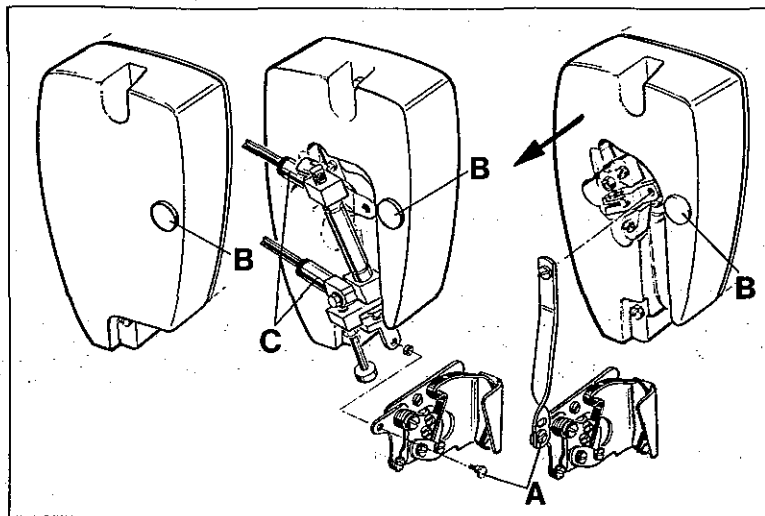
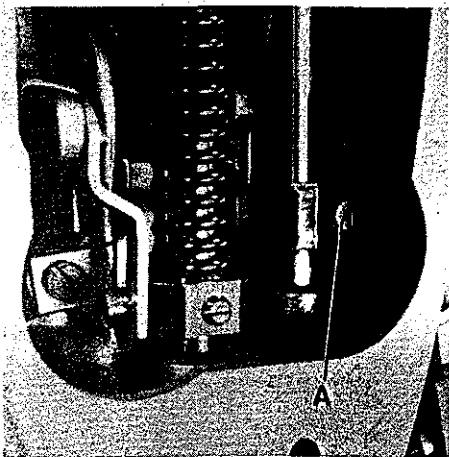
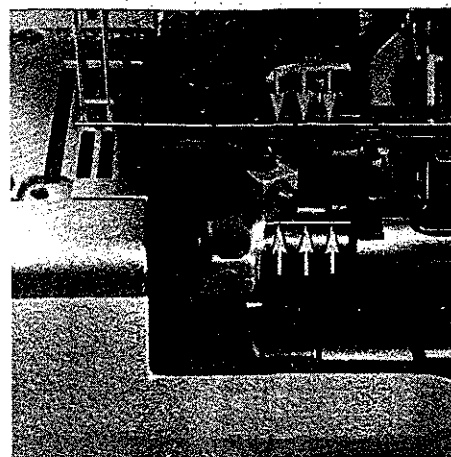
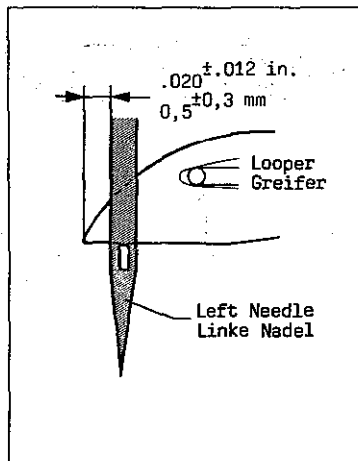

Fig.18
Fig. 19
Fig.20
Fig. 22
1. Remove the head cover*, presser foot and feed dogs. For removing the head cover on styles with thread wiper also shoulder screw (A, Fig. 18) on bell crank lever of thread wiper has to be screwed out. On styles equipped with pneumatic thread wiper additionally the PA-tubes have to be disconnected on the straight connectors (C) of the air cylinder. On styles with solenoid operated thread wiper the head cover has to be removed horizontally (in direction of the arrow) to avoid damaging of plug and receptacle.
3. Loosen screw (A, Fig. 19) and turn needle bar as required, so the needles center in the needle holes of throat plate and are parallel to the looper shaft (see Fig. 20). This can be checked by holding a ruler against the needles.
4. Retighten screw (A, Fig. 19).
1. Entfernen Sie den Kopfdeckel*, Drückerfuß und Transporteure. Zum Entfernen des Kopfdeckels muß bei Maschinen mit Fadenzieher auch die Ansatzschraube (A, Fig. 18) am Winkelhebel des Fadenziehers herausgedreht werden. Bei Maschinen, die mit pneumatischem Fadenzieher ausgerüstet sind, müssen zusätzlich die PA-Schläuche an den geraden Verschraubungen (C), am Luftzylinder gelöst werden. Bei Maschinen mit magnetisch betätigtem Fadenzieher muß der Kopfdeckel horizontal (in Pfeilrichtung) abgezogen werden, damit Stecker und Steckbuchse nicht beschädigt werden.
3. Lösen Sie die Schraube (A, Fig. 19) und drehen Sie die Nadelstange so, daß die Nadeln mittig in die Stichlöcher der Stichplatte einstechen und parallel zur Greiferwelle stehen (siehe Fig. 20). Dies kann durch Anlegen eines Lineals an die Nadeln geprüft werden.
4. Ziehen Sie die Schraube (A, Fig. 19) wieder an.
* The needle bar can also be aligned and set to height without removing the head cover. For this, remove plug (B, Fig. 18) in the head cover to have access to screw (A, Fig. 19) in the needle bar connection. Remount the plug.
* Die Nadelstange kann auch ohne Abbau des Kopfdeckels ausgerichtet und auf die Höhe eingestellt werden. Entfernen Sie dazu den Verschlussstopfen (B, Fig. 18) im Kopfdeckel, damit die Schraube (A, Fig. 19) im Nadelstangen-Mitnehmer zugänglich wird. Montieren Sie den Verschlussstopfen wieder.
The height of needle bar is correct, when the looper point at its travel from right to left is 0,5 mm (.020 in.) left of the left needle (see Fig. 22) and the top of the needle eye is flush with the underside of the looper. For adjustment loosen screw (A, Fig. 19)* and move needle bar up or down as required. Retighten screw (A).
Die Nadelstangenhöhe ist richtig eingestellt, wenn die Greiferspitze bei ihrem Weg von rechts nach links 0,5 mm links der linken Nadel steht (siehe Fig. 22) und Oberkante Nadelöhr und Unterkante Greifer in gleicher Höhe stehen. Lösen Sie für diese Einstellung die Schraube (A, Fig. 19)* und schieben Sie die Nadelstange nach Bedarf nach oben oder unten. Ziehen Sie die Schraube (A) wieder an.
* Die Nadelstange kann auch ohne Abbau des Kopfdeckels ausgerichtet und auf die Höhe eingestellt werden. Entfernen Sie dazu den Verschlußstopfen (B, Fig. 18) im Kopfdeckel, damit die Schraube (A, Fig. 19) im Nadelstangen-Mitnehmer zugänglich wird. Montieren Sie den Verschlußstopfen wieder.